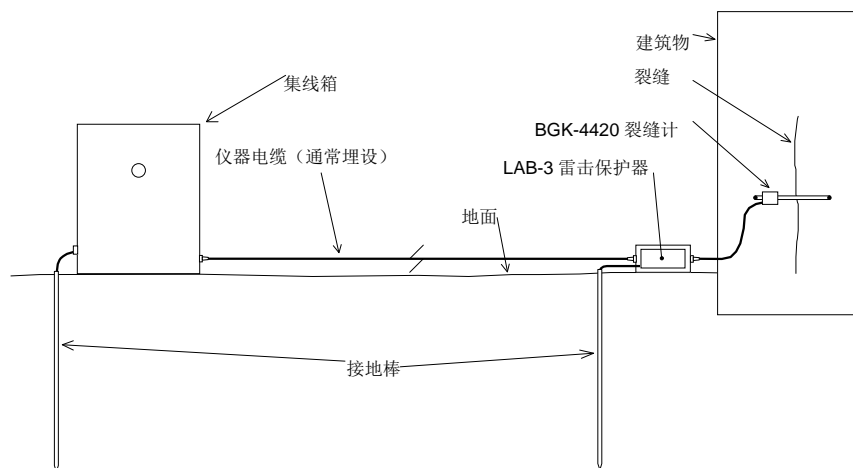

图 7—雷电防护图
- 可从基康公司购得避雷板和相应外壳，并安装在仪器附近。外壳有可拆卸的盖，因此当避雷板(LAB-3)损伤时，用户可维修（或更换）此器件。外壳接地端子应与地面相连，便于瞬间电流从仪器导入大地。见图7。有关详细信息或想更换雷电防护设计请向厂方咨询。